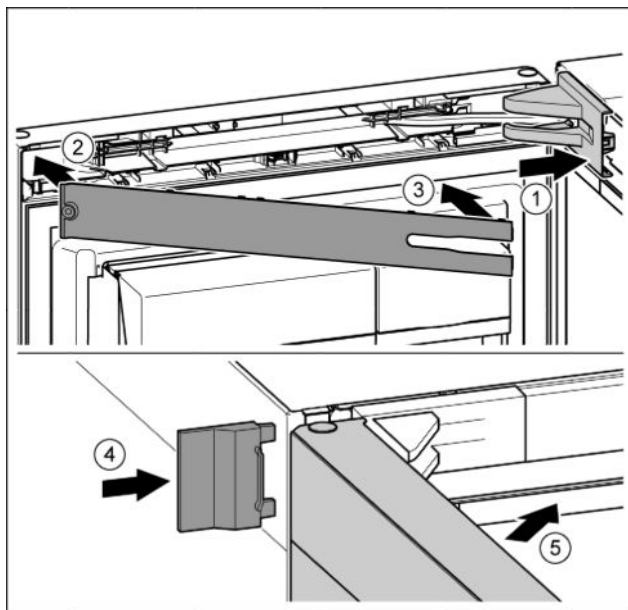

Fig. 21
- ▶ Założyć osłonę płytki zawiasu i zązbić, ew. ostrożnie odsunąć. Fig. 21 (1)
- ▶ Założyć zaślepkę. Fig. 21 (2)
- ▶ Przechylić i zązbić zaślepkę. Fig. 21 (3)
- ▶ Wsunąć zewnętrzną osłonę. Fig. 21 (4)
- ▶ Zamknąć górne drzwi. Fig. 21 (5)